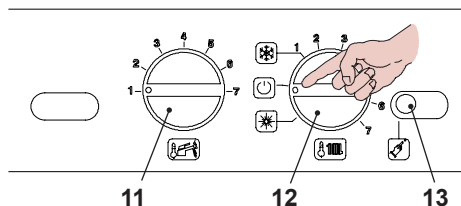

Fig. 5.54
- Per uscire dalla programmazione posizionare il selettore di funzione / manopola regolazione temperatura **12** come indicato in Fig. 5.54.